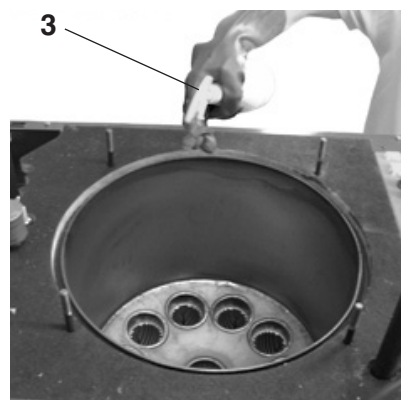

Fig. 7
- Spruzzare su camera di combustione e tubi aluFer (3, fig. 7).